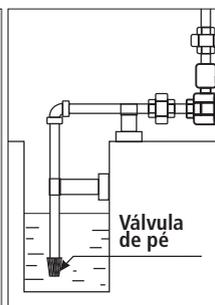

Fig. 04
4. Sempre utilize a válvula de pé, que reduz o risco de sucção de objetos, como gravetos ou pequenas pedras [Fig. 04].